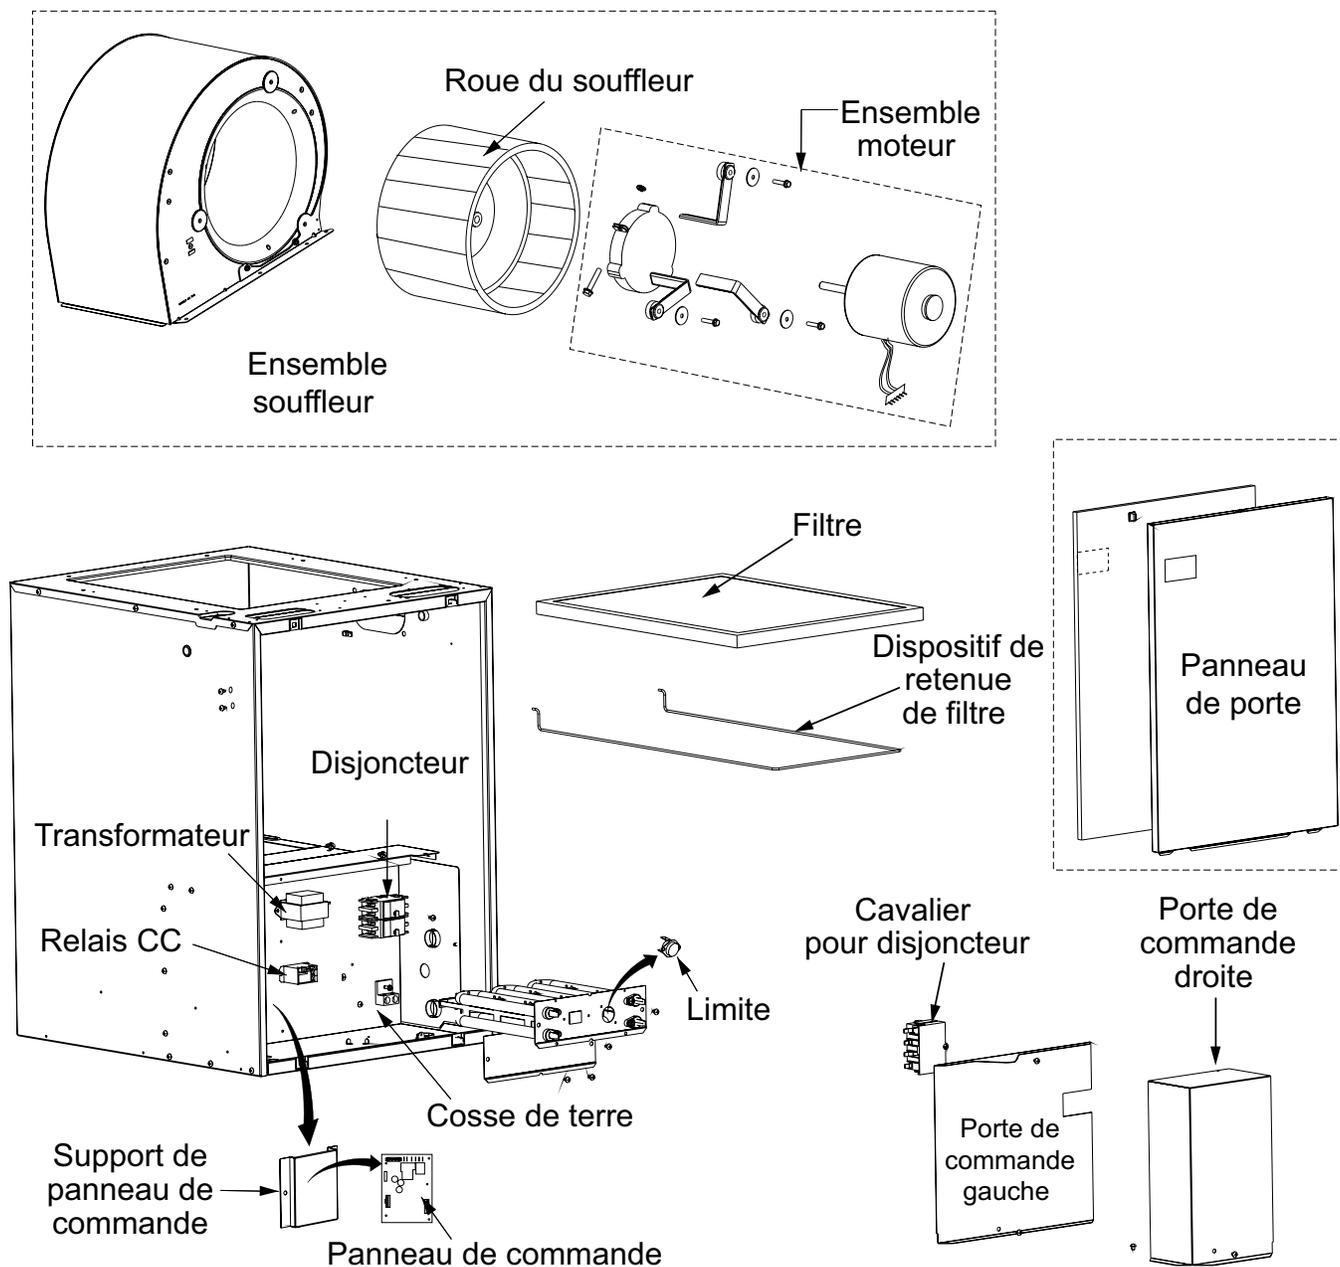

Figure 16. Composants de la fournaise E7
Il est recommandé que la tension de ligne (240 V c.a.) fournie à la fournaise provienne d'un circuit de dérivation dédié muni d'un fusible ou d'un disjoncteur approprié pour la fournaise. Pour connaître l'intensité de courant minimale du circuit et la protection de surtension maximale, consultez le Tableau 7. Consultez les schémas de câblage de l'appareil (Figure 22 \(page 18\), Figure 23 \(page 19\), Figure 24 \(page 20\), Figure 25 \(page 21\), et Figure 26 \(page 22\)) pour obtenir les détails sur le câblage. Les composants électriques sont montrés à la Figure 16 \(page 12\). Les exigences relatives au circuit d'alimentation sont indiquées ci-dessous :
6. Raccordez le ou les fils de mise à la terre aux cosses de mise à la terre prévues. Voyez la Figure 16 \(page 12\). Une mise à la terre est requise pour chaque circuit d'alimentation utilisé.